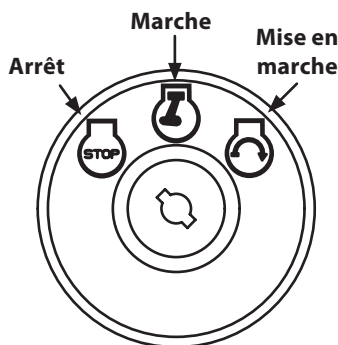

Figure 4
4. Déplacez le levier de changement de vitesses à la position neutre (N).
6. Tournez la clé dans le sens des aiguilles d'une montre, jusqu'à la position « START »  (Démarrage). Quand le moteur tourne, lâchez la clé. Elle reviedra à la position « RUN » (Figure 4).